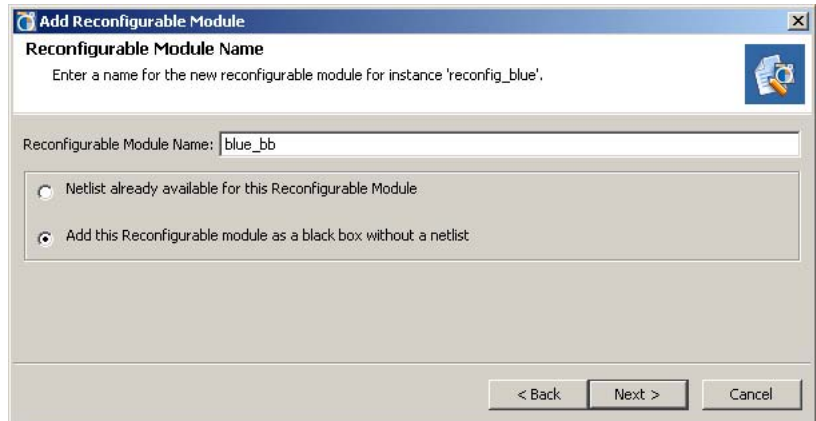

図 4-10 : リコンフィギャブル モジュールとしてのブラック ボックスの追加
1. この場合、同じ [Add Reconfigurable Module] コマンドを使用しますが、[black box] オプションを選択します。このモジュールにはネットリストが関連付けられていません (図 4-10)。